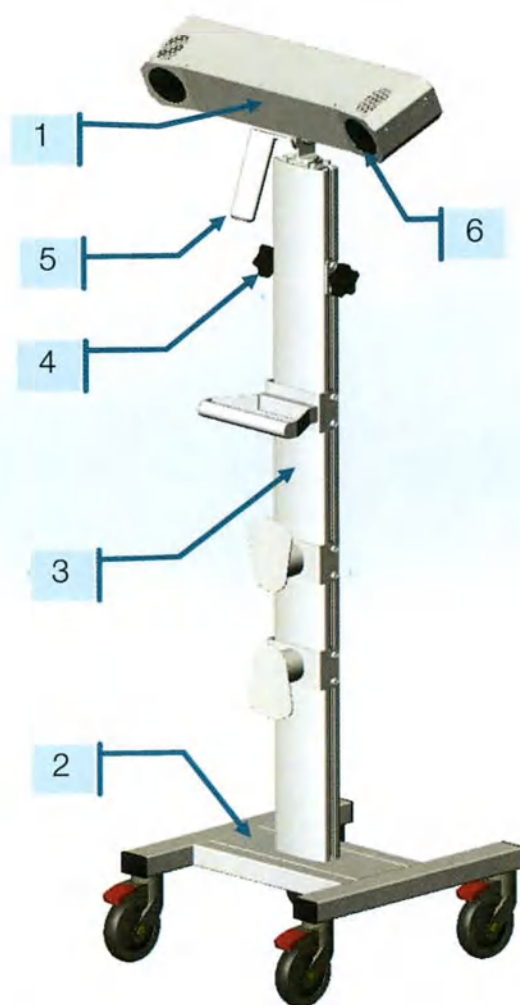

Рис. 1-5 Стойка системы регистрации положения пациента и инструментов
Система регистрации положения пациента и инструментов оптическая (Рис. 1-5) включает в себя оптический блок (1), расположенный на передвижной стойке (2). Высота установки блока оптического варьируется от 1520 до 2100 мм при помощи газо-пружинного механизма, расположенного в швеллере стойки (3). После установки необходимой высоты блок фиксируется ручками (4).